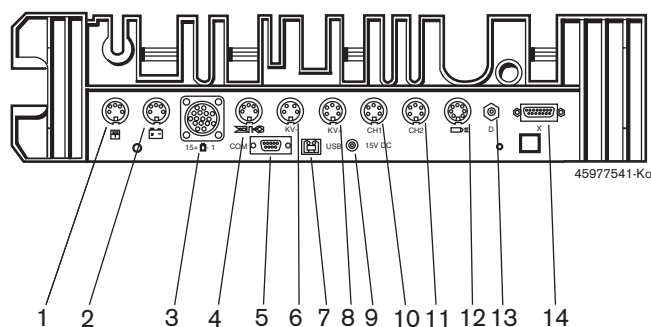

Fig. 3: Bloc de raccordement unité de mesure (par le bas)
2. Raccorder les capteurs aux emplacements prévus de l'unité de mesure (voir fig. 3).